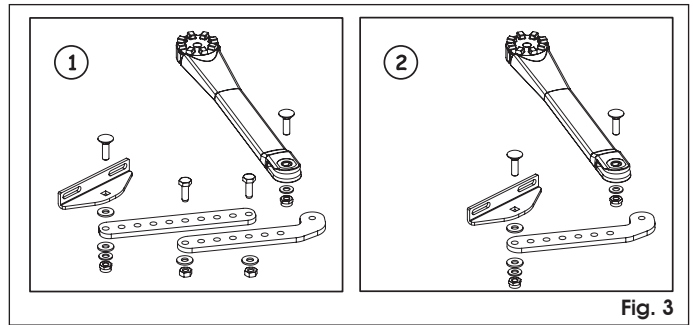

Fig. 3
3. Assemblare il braccio dell'operatore come illustrato in Fig. 3 rif. ① o ② in base alla quota determinata.